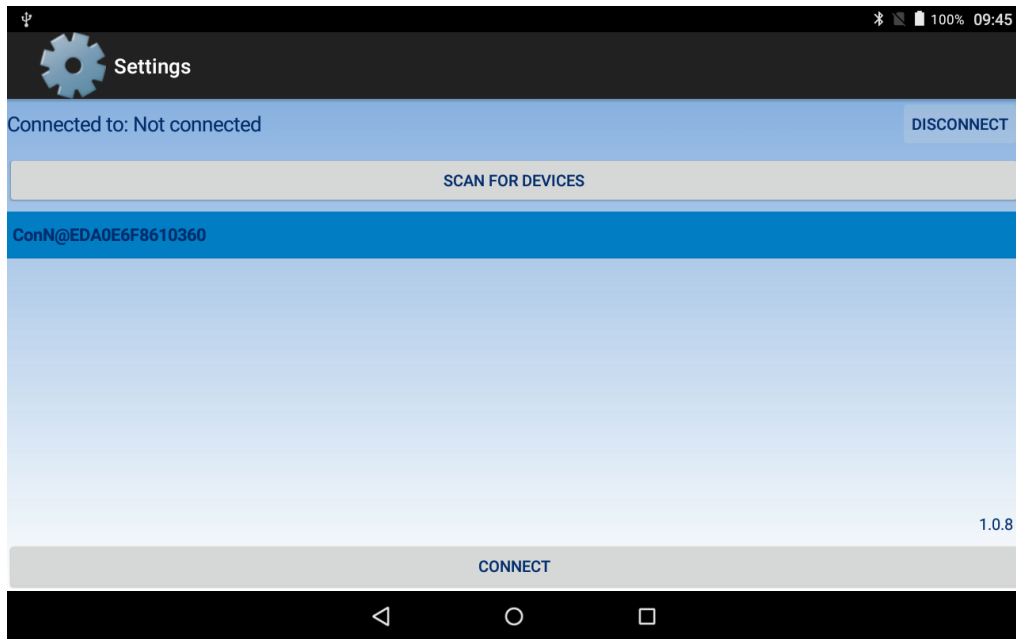

Figura 23
3. Selezionare il Dongle dall'elenco dei dispositivi Bluetooth (figura 23).